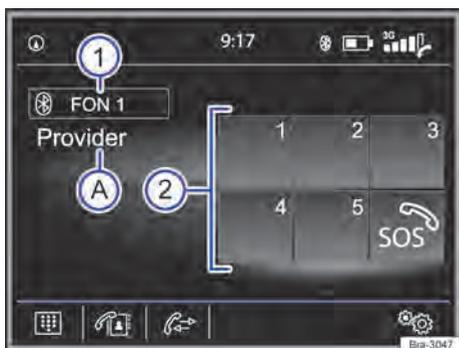

Fig. 168 Menu principal PHONE.
Os favoritos (botões de discagem rápida) → Fig. 168 ① podem ser ocupados com uma entrada da lista de contatos.